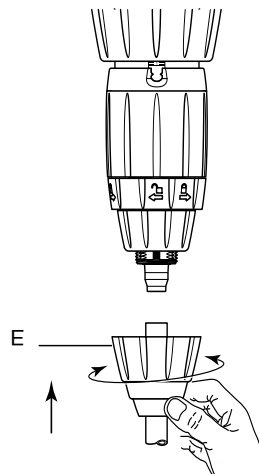

Fig. 8
- Dévisser l'écrou (Fig. 8-E) du bas de la partie dosage et enfiler le tuyau d'aspiration dans l'écrou.